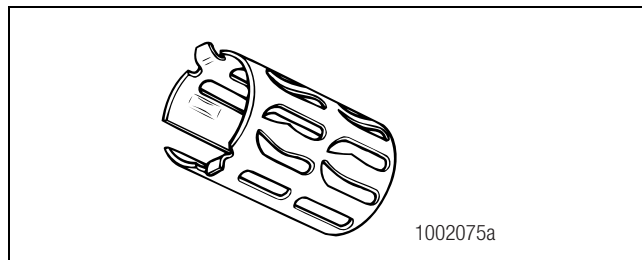

Figura 2.3
- Mantiene el sensor de velocidad de la rueda a una distancia muy cercana del aro dentado. Figura 2.3.